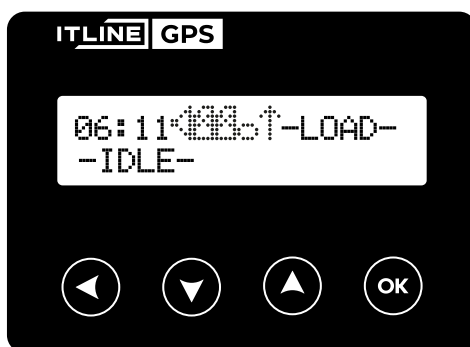

Рисунок 11. Вид ЖК-индикатора при первом включении
3.3.2.1 После подачи питания на двухстрочном индикаторе изделия отображается информация (Рис. 11), где: